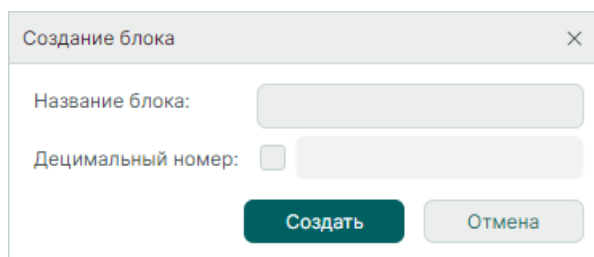

Рис. 52 Окно «Создание блока»
2. В окне «Создание блока» введите название и при необходимости установите флаг в поле «Децимальный номер», после чего введите децимальный номер, см. Рис. 52.